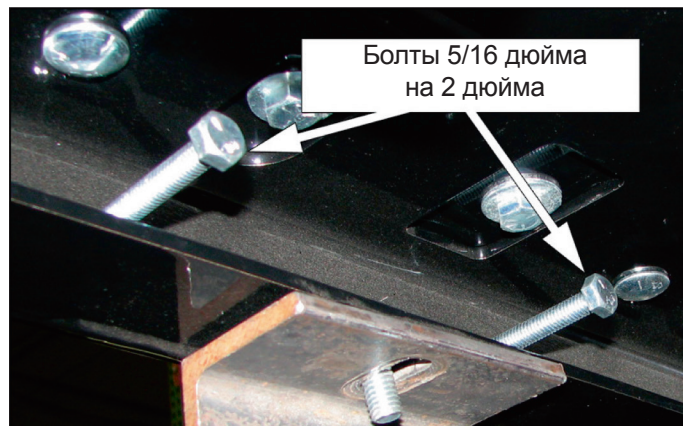

Рис. 5.5. Регулировочные болты
- c. Найдите два болта 5/16 x 3 дюйма и гайки 5/16 дюйма фланца, находящиеся на боковой стороне измельчителя между прицепом и плитой двигателя (см. рис. 5.5).